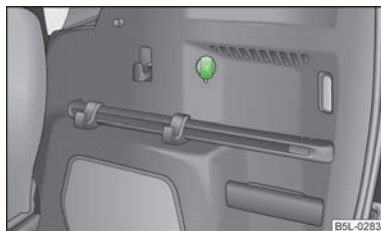

Fig. 70
En el maletero - » fig. 70.
- Abrir la cubierta de la caja de enchufe » fig. 70.